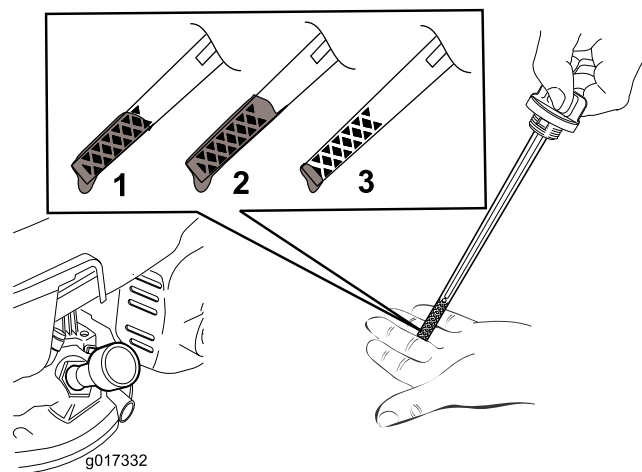

図 12
注 ディップスティックで量を確認しながら **図 12** に示される適正量までオイルを入れる。オイルを入れすぎてしまった場合には、**エンジンオイルの交換 (ページ 16)**の項に従って余分なオイルを抜き取ってください。
5. オイルの量の確認方法は **図 12**を参照。